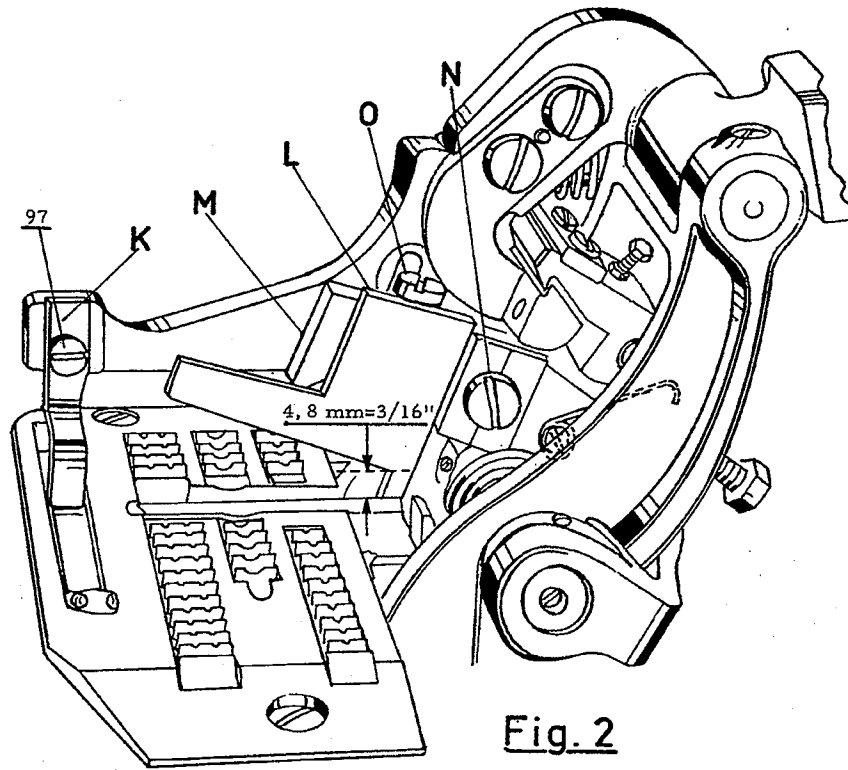

Fig. 2
4. Führe das Obermesser "L" in den Messerhebel "M" ein. Hierbei muß die Messerhebelachse gegen den Federdruck nach hinten gehalten werden. Schiebe das Messer soweit nach oben, daß der Schneidkantenrücken am Messerhebel anschlägt. Ziehe die Pratzschraube "N" zunächst nur leicht an. Setze das Obermesser durch Drehen des Handrads in Bewegung. In seiner tiefsten Stellung sollte das Obermesser das feststehende Untermesser an der Spitze um 1 mm überlappen. In dieser Stellung ist die Schraube "O" mit der Oberkante des Messers "L" in Anschlag zu bringen, und dann die Pratzschraube "N" endgültig festzuziehen. Auf Grund dieser Einstellung sollte der Durchgang in geöffnetem Zustand am Messerzapfen etwa 4,8 mm = $3/16$ " betragen. (Siehe Fig. 2).
4. Insert upper knife "L" in upper knife lever "M" and push the upper knife lever shaft back against the spring pressure. Raise the upper knife as high as it will go. Tighten the clamp screw "N" slightly. Move the upper knife by turning the handwheel in its lowest point of travel. The upper knife should overlap the stationary knife by 1 mm = .040 inch. In this position the screw "O" has to contact the upper edge of the knife "L". Now tighten the clamp screw "N" securely. When open there should be about 4,8 mm = $3/16$ inch opening at the pilot end of the knives (see Fig. 2).